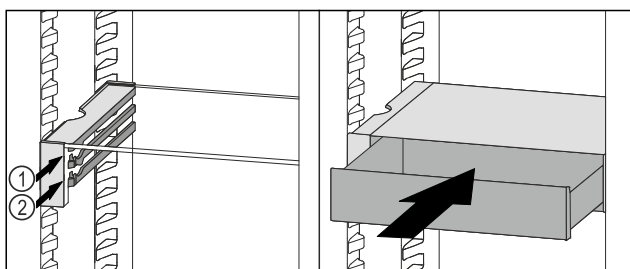

Fig. 114
- Posizionare il cassetto VarioSafe dietro i tappi sulla nervatura desiderata Fig. 114 (1) o Fig. 114 (2).